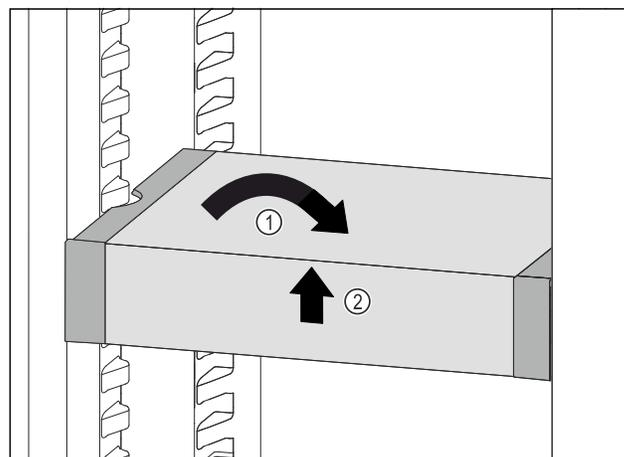

Fig. 93
- Remettre le VarioSafe droit. Fig. 93 (1)
- Soulever la partie avant du VarioSafe. Fig. 93 (2)